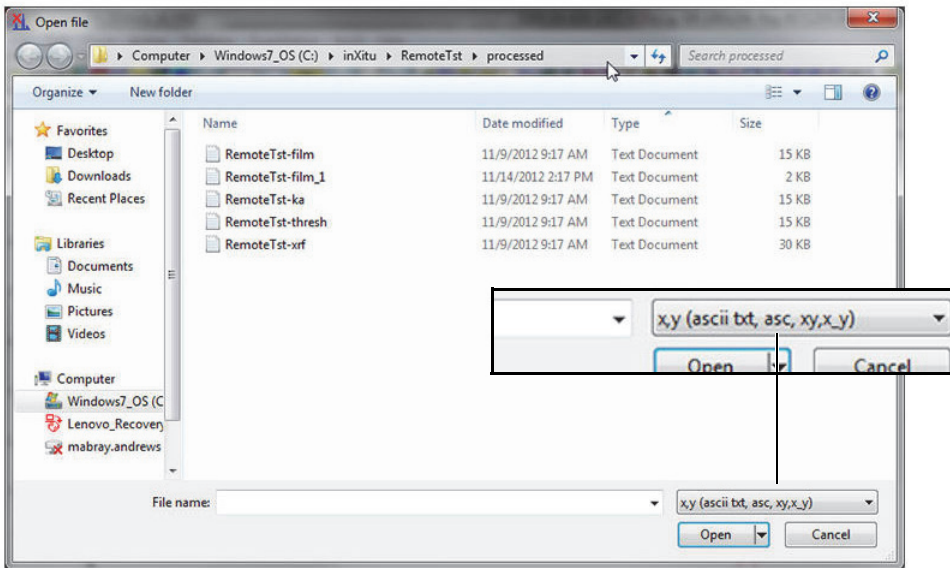

Figura C-3 Cuadro de diálogo Open File (Abrir archivo)
2. En la lista de tipos de archivos, cambie el tipo de archivo a **x,y (ascii.txt, asc, xy,x_y)** [ver Figura C-3 en la página 98].